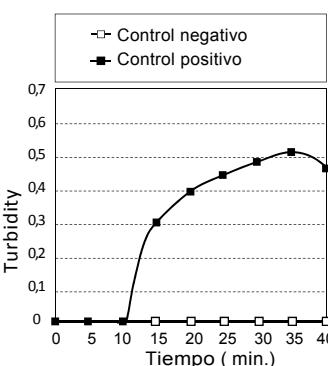

Fig1 : Diagramas de amplification para controles
- (1) Configure el turbidímetro en tiempo real HumaTurb C para la detección con este producto.
- (2) Compruebe que la temperatura visualizada alcanza $67,0^{\circ}\text{C}$ (deje calentar el turbidímetro 20 minutos antes de utilizarlo).
- (3) Coloque los tubos de reacción y lance la medición.
- (4) Compruebe en la pantalla del turbidímetro los controles positivo y negativo para cada aumento de turbidez. Si la turbidez aumenta en PC MTB pero no en la solución de control negativo significa que la reacción de amplificación se realiza correctamente (Fig1). Si no sucede esto, la reacción de amplificación puede no estar ocurriendo correctamente. En tal caso, vuelva a realizar la prueba desde la preparación del reactivo.
- (5) Confirme la finalización de la inactivación de la polimerasa (automáticamente completada por el turbidímetro). Tome todos los tubos de reacción del turbidímetro y deséchelos sin abrirlos.
Una vez que se confirma que la turbidez aumenta con el PC MTB, pero no en la solución de control negativo, evalúe las muestras de acuerdo con los siguientes criterios (Fig1 y 2).